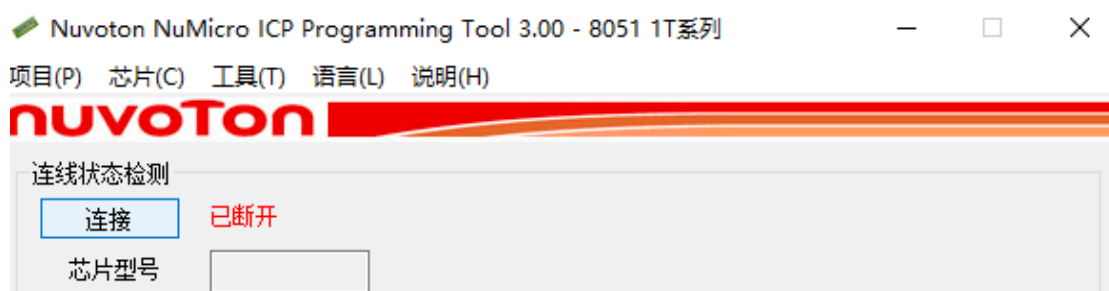

图 3-1 连接并自动识别芯片
- 3) 打开 NuMicro ICP Programming Tool，点击【连接】选项，如图 3-1 所示；